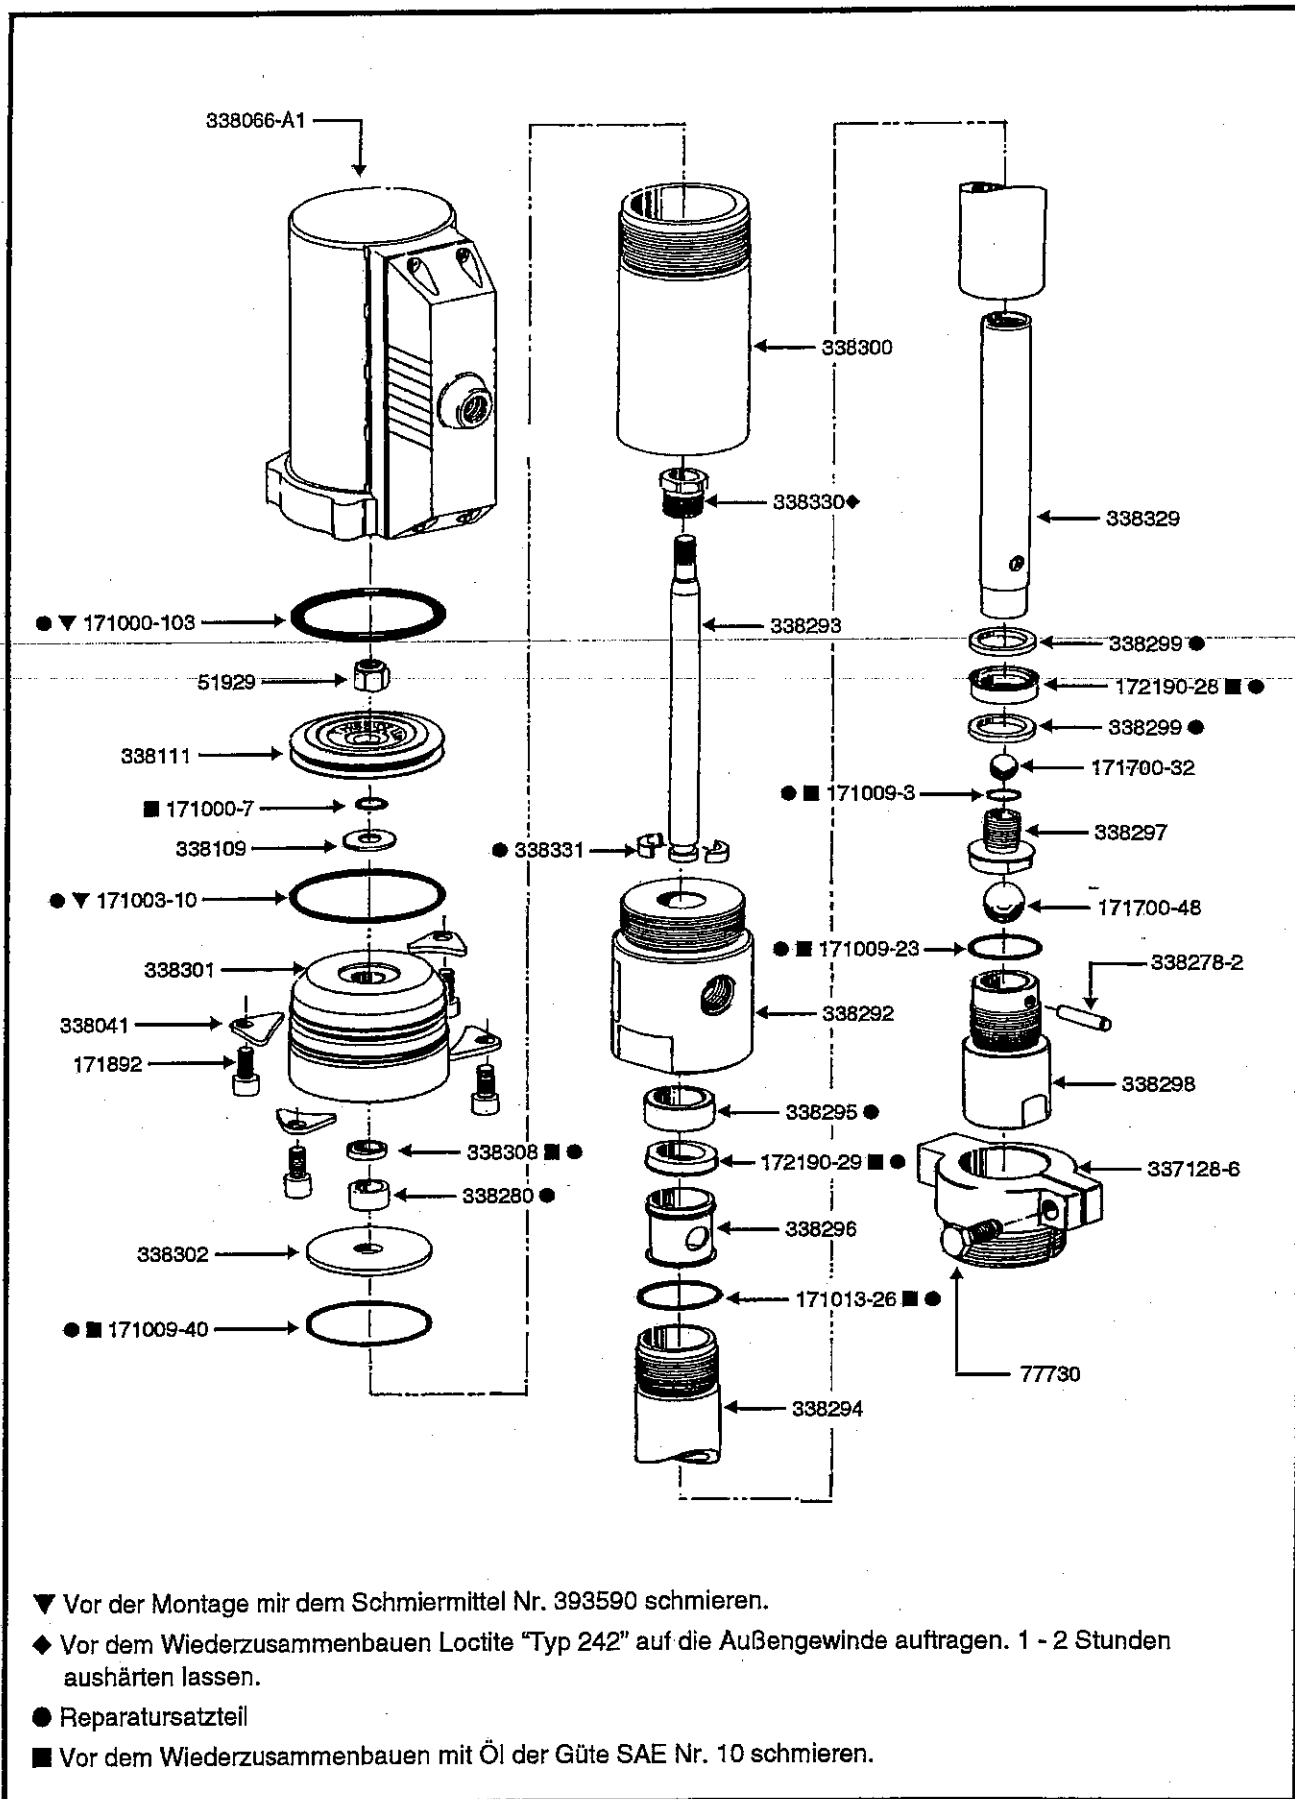

Abbildung 2: Petroleumpumpe, Modell 9670
B. WARTUNG DER PUMPENBAUGRUPPE: (Siehe Abbildung 2)